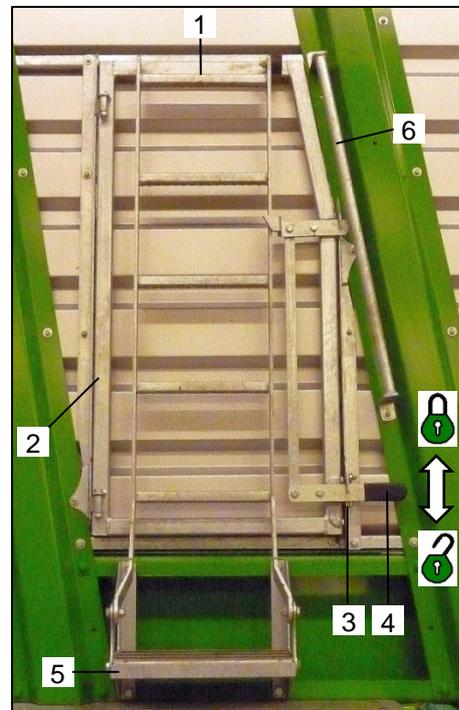

Bild 30: Aufstiegsleiter und Einstiegstür
Beim Herabschwenken der Aufstiegsleiter (Bild 30 / Pos.1) und Öffnen der Laderaumtür (Bild 30 / Pos. 2) ist wie folgt vorzugehen:
- Mit einer Hand die Aufstiegsleiter (Bild 30 / Pos.1) gegen ein unbeabsichtigtes herunterklappen sichern und mit der anderen Hand die Sicherung (Pos. 3) nach hinten drücken und den Hebel (Bild 30 / Pos.4) durch nach unten ziehen entriegeln
- Die Aufstiegsleiter (Bild 30 / Pos.1) mit beiden Händen nach unten schwenken, bis sie komplett am Aufstandstritt (Bild 30 / Pos.5) anliegt.
- Die Einstiegstür (Bild 30 / Pos. 2) komplett öffnen und mit dem Hebel (Bild 30 / Pos.4) die geöffnete Einstiegstür (Pos.2) gegen unbeabsichtigte Bewegung durch nach oben Führen des Hebels (Bild 30 / Pos. 4) verriegeln
- Beim Betreten und Verlassen des Laderaums den Handgriff (Bild 30 / Pos. 6) verwenden.